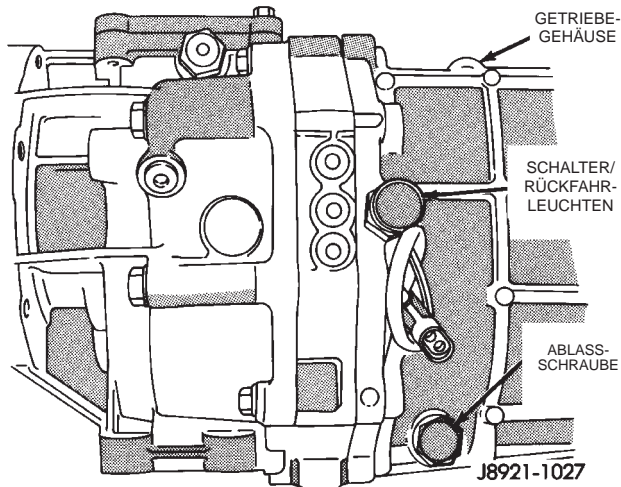

Abb. 6 Lage von Ablaßschraube und Schalter/Rückfahrleuchten
4. Das Getriebeöl ablassen (Abb. 6).